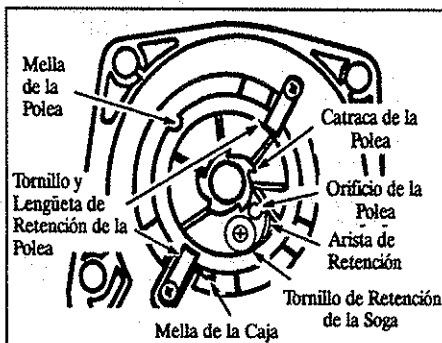

Figura 16
- Retire el tornillo retentor en la polea (Figura 16) y saque los pedazos quebrados de sogá, si hay.
- Agarre la catraca de la polea y enrosque la polea hacia la derecha (en el sentido del reloj) hasta que la polea se detenga. Luego, desenrosque lentamente la polea hacia la izquierda (en contra del sentido del reloj) hasta que la mella en la polea está alineada con la mella en la caja de la polea. Figura 16. Introduzca la llave hexagonal en el orificio formado por ambas mellas. Figura 16.
- Pase la soga dentro de la polea, luego por el Orificio de la Polea. Figura 16.